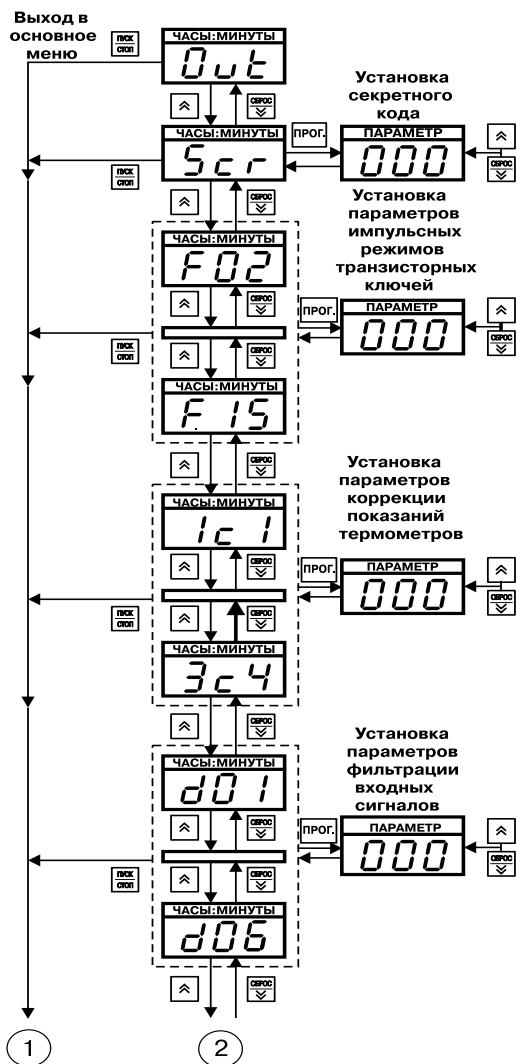

Рис. 30. Схема, поясняющая программирование на уровне L2
**4.2.2.2. Для входа в режим ПРОГРАММИРОВАНИЕ** надо нажать кнопку (см. рис. 30, слева сверху), при этом на верхнем индикаторе «ЧАСЫ:МИНУТЫ» замигает сообщение «PrG».
4.2.3.1. На рис. 30 изображена схема, поясняющая программирование на уровне L2. По вертикали расположены изображения верхнего индикатора «ЧАСЫ:МИНУТЫ», на который выводятся имена программируемых параметров, общих для всего прибора, и параметров регулирования (см. прил. Д).
Справа по вертикали на рис. 30 расположены изображения индикатора «ПАРАМЕТР», на который выводятся значения программируемых параметров. Здесь же изображен сдвоенный индикатор: на верхнем индикаторе «ЧАСЫ:МИНУТЫ» высвечивается имя кода доступа в уровень программирования – «Cod», на нижнем индикаторе «ПАРАМЕТР» – значение кода доступа – например, «000».
Если параметр 5cr = 3 (устанавливается таким при продаже прибора), то можно сразу нажимать кнопку **ПРОГ.** Происходит переход к первому, общему для всего прибора параметру **об1** (см. середину рис. 30), при этом имя параметра «об1» мигает на индикаторе «ЧАСЫ:МИНУТЫ», значение параметра отображается на индикаторе «ПАРАМЕТР».
Продолжение рис. 30
Для записи измененного значения надо нажать кнопку **ПРОГ.**, новое значение запишется в память и произойдет переход к следующему параметру (на рис. 30 показано стрелками вниз).
Для просмотра значений параметров надо использовать кнопку **▲** (вверх) – если надо перемещаться вниз по списку параметров и кнопку **СБРОС** (вниз) – если надо перемещаться вверх по списку параметров (см. рис. 30), при этом на мигающем инди-